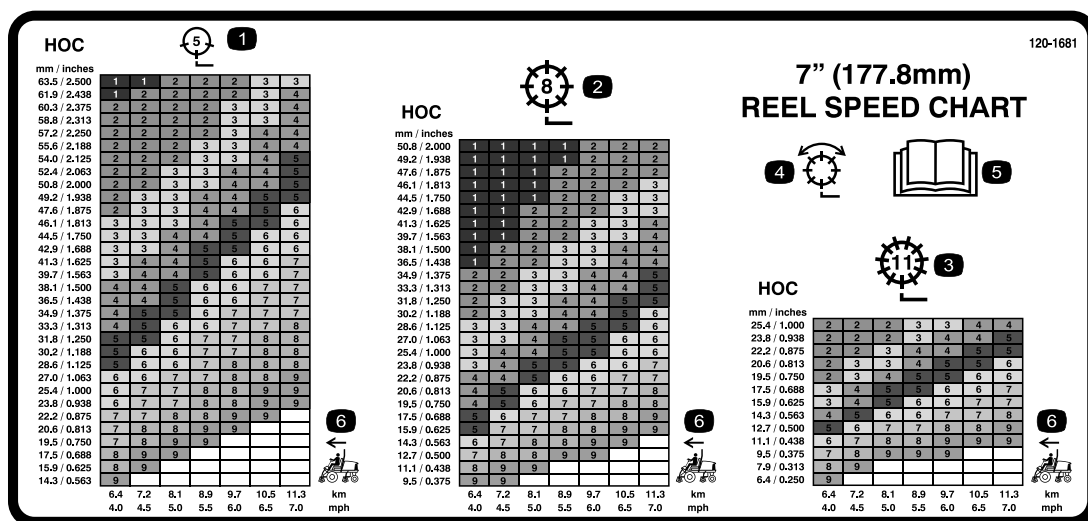

Figure 33
3. À l'aide du graphique approprié sur l'autocollant (Figure 33), déterminez le réglage de vitesse correct des cylindres.